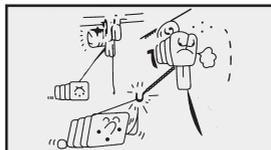

Bild 3.4
16. Niemals mit dem Kettenzug „Monti“ seitlich ziehen. (**Bild 3.4**)